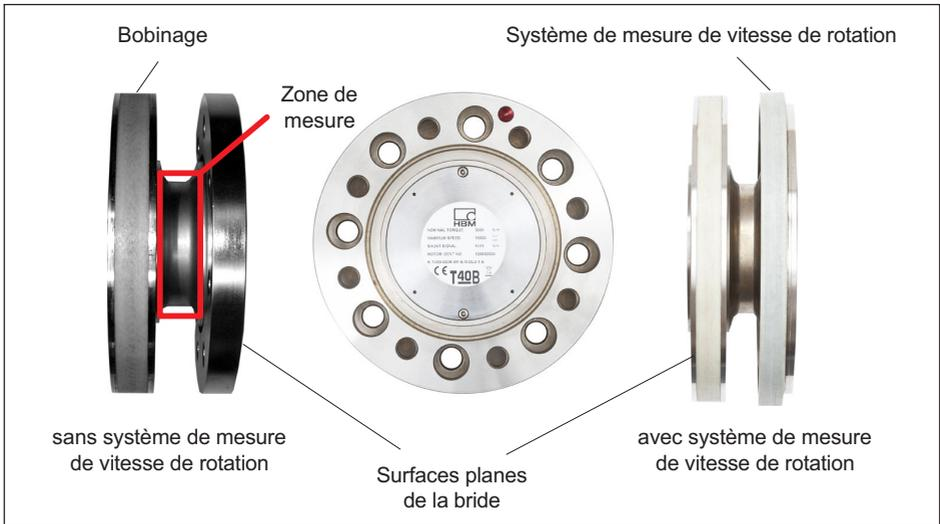

Fig. 5.1 Fixation du rotor
*Veiller à ne pas endommager la zone de mesure repérée sur la Fig. 5.1 lors du montage, par ex. en appuyant ou cognant des outils lors du serrage des vis. Cela peut endommager le capteur, voire le détruire, et conduire à des erreurs de mesure.*
5. Pour fixer le rotor (voir Fig. 5.1), utiliser six ou huit vis à six pans creux DIN EN ISO 4762 de la classe indiquée dans le Tab. 5.1 d'une longueur appropriée (en fonction des conditions de raccordement, voir Tab. 5.1, page 23).